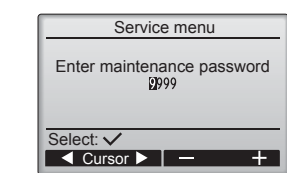

Fig. 7-2
- ① Sélectionnez "Service" dans le menu général puis appuyez sur le bouton (✓).
- ② Lorsque le menu SAV est sélectionné, une fenêtre vous invitant à saisir le mot de passe apparaît. (Fig. 7-2)